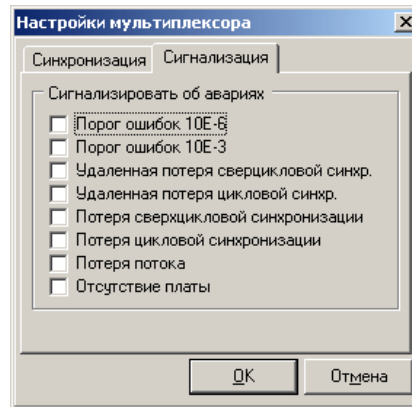

Рисунок 27
- выбрать вкладку «сигнализация» (рис. 27);